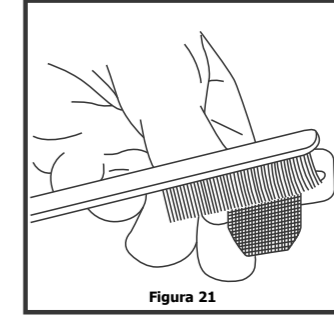

Figura 21
- b) Limpe a grade retentora escovando-a (Figura 21).